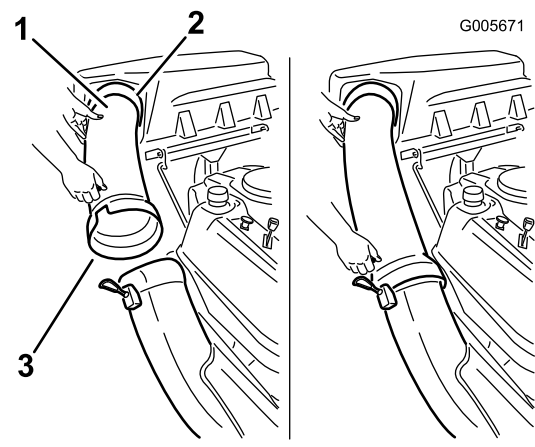

Bild 17
1. Schieben Sie das gekrümmte Ende des Auswurfrohrs in die Öffnung in der Abdeckung des Heckfangsystems (Bild 17).
2. Schieben Sie das breite Ende des Auswurfrohrs über das Ende des Auswurfkanals. Schieben Sie die Gummihalterung auf den Auswurfkanal, bis sie über dem Stift am Auswurfrohr einrastet, und der Auswurfkanal befestigt ist (Bild 17).